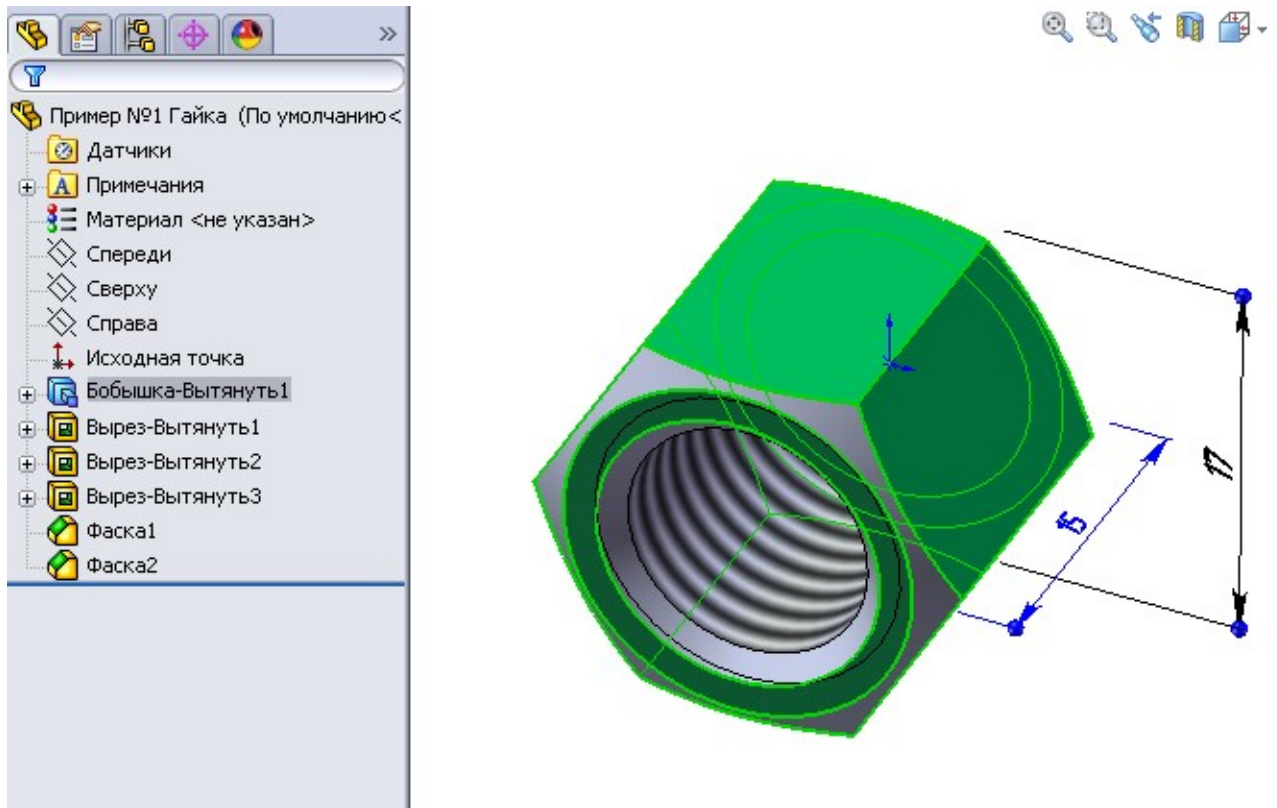

Рисунок 5.5 – Побудова висоти гайки
5. Для зміни висоти гайки в новій конфігурації перейдемо у «Дерево конструювання». Побудова висоти гайки в «Дереві конструювання» описано у розділі створення елемента Бобыка-Витягнути 1 (рис. 5.5).